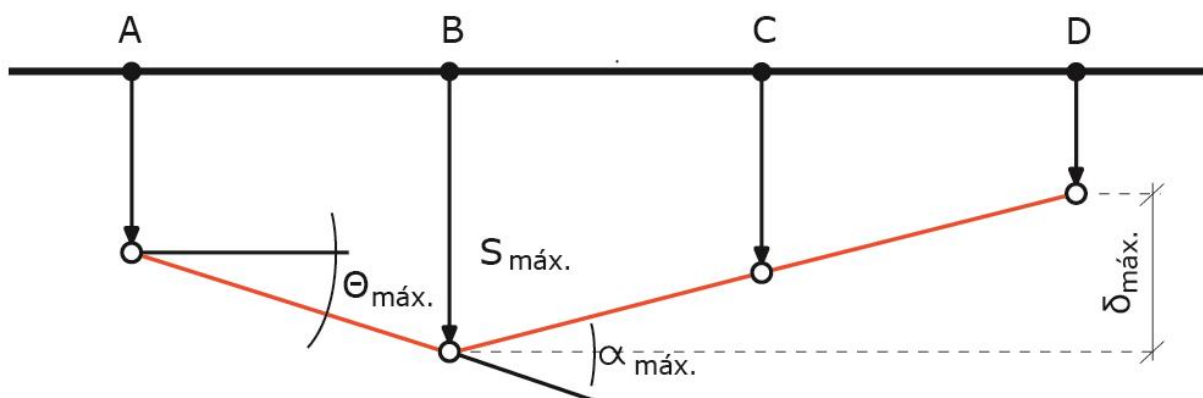

Figura 52: Representação das variáveis de movimento de fundações
A NBR 6122 nomeia algumas letras como parâmetros de estudo para o movimento de fundações que devemos conhecer. São eles (Figura 52):
- δ_s : recalque ou levantamento diferencial entre dois pontos da estrutura (observe na Figura 52 o $\delta_{\text{máx}}$);
- ✓ Esclarecendo: a rotação relativa é o ângulo entre uma linha de referência (por exemplo, a linha original que liga os pontos AB da sapata na Figura 52) e a nova linha dessa mesma estrutura.